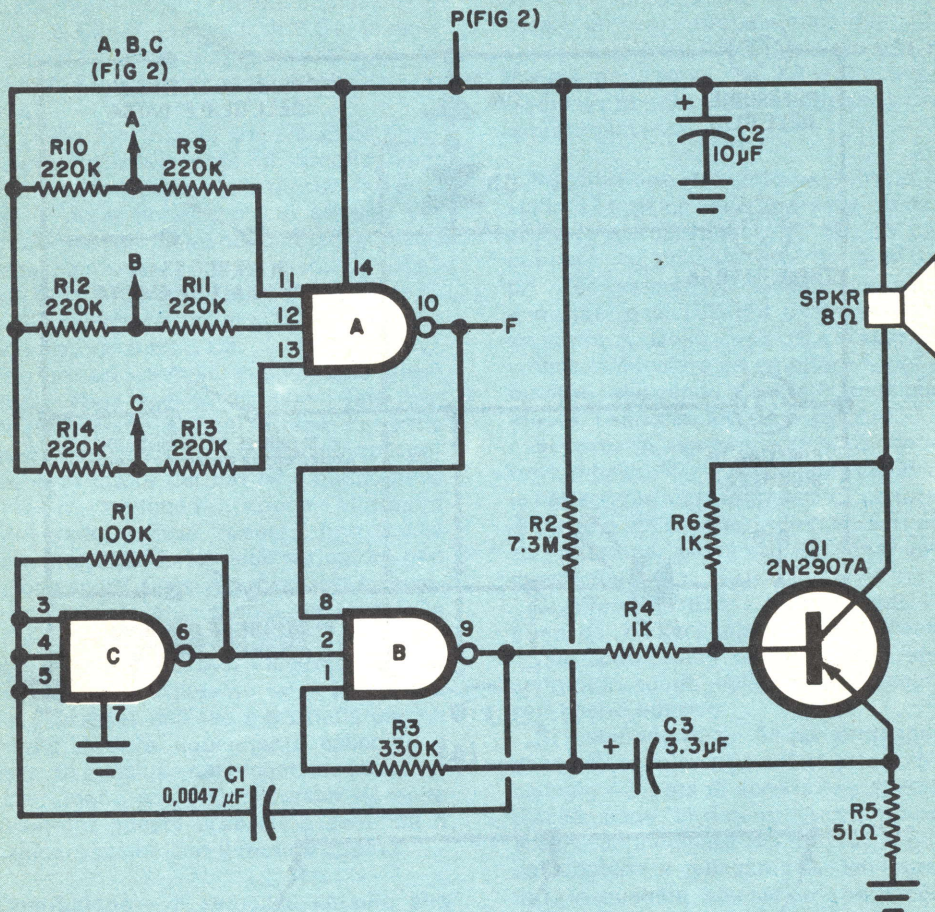

Fig. 1 - Le porte IC1C, IC1B e il transistor Q1 formano un oscillatore funzionante a 1.500 Hz, che viene interrotto ritmicamente da un segnale di 1 Hz.
**Il circuito** - Come si vede nella *fig. 1*, la porta NAND tripla a tre entrate, IC1, svolge tre funzioni distinte. La parte A funziona come una convenzionale porta NAND a tre entrate; se una o più delle sue entrate normalmente alte (A, B, C) va bassa, il piedino 10 d'uscita di questa porta risulta alto.